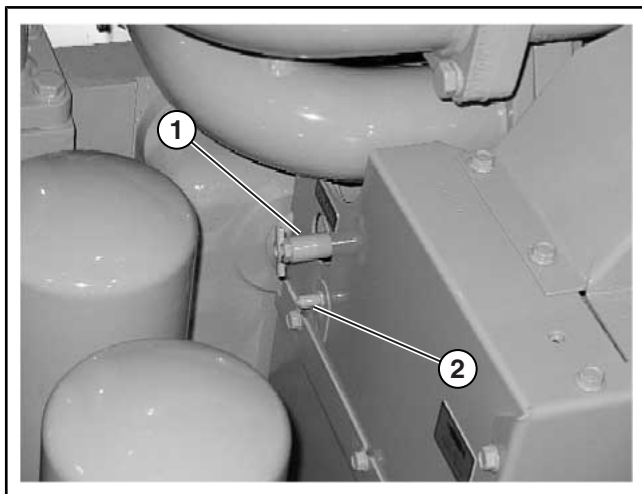

Рисунок 7.05-2: Подшипники натяжного шкива привода водяного насоса
1. На защитном корпусе справа определите местоположение тавотницы натяжного шкива (см. Рисунок 7.05-2).